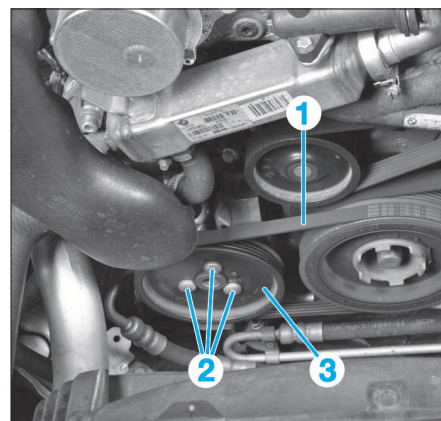
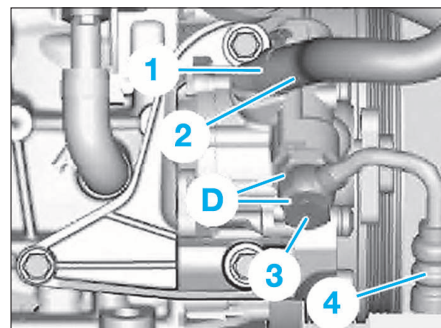

FIG. 15
FIG. 16
- Desserrer les vis (2) (Fig.15).
- Déposer la courroie (1) de pompe de direction assistée (voir chapitre "Moteurs Diesel").
- Dévisser les vis (2) et retirer la poulie (3).
- Défaire le collier de flexible (1) et détacher la conduite d'admission (2) de la pompe (Fig.16).
- remplacer les bagues d'étanchéité (D) (Fig.16)
- l'inscription sur la poulie (3) doit être orientée vers l'avant (Fig.15)
- Défaire la vis creuse (3) et retirer la conduite de pression (4) (Fig.16).